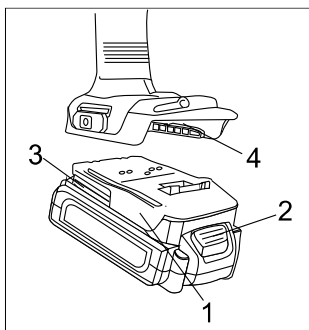

Рис.1
Вставьте аккумуляторный блок (1) до фиксации (Рис.1).